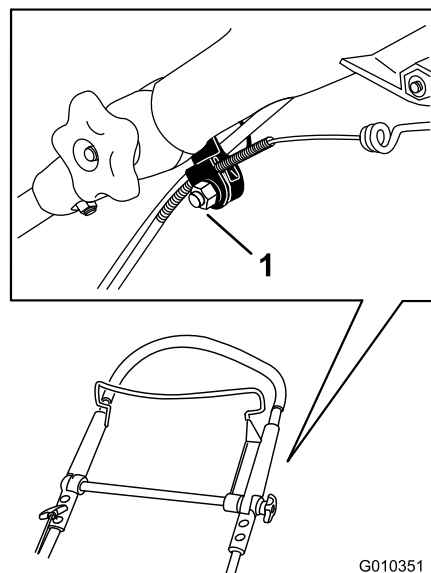

Figuur 45
2. Duw de bovenste handgreep helemaal naar beneden en spuit het binnenste plastic oppervlak van de buitenhendel in (**Figuur 45**).